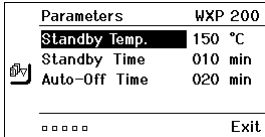

Fig. 12
- Sélectionner la commande de menu à l'aide de la roue de clic (**5**). La sélection est affichée sur fond noir (p. ex. "Temp. veille", voir fig. 12).